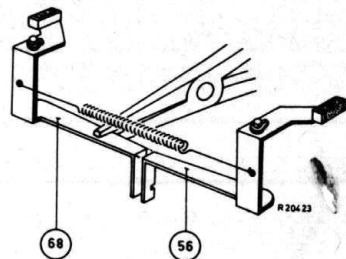

Fig. 19
- De beide rembeugels moeten nu zuiver in elkaars verlengde liggen, zie fig. 19. Eventueel instellen door verbuigen van de beugels.